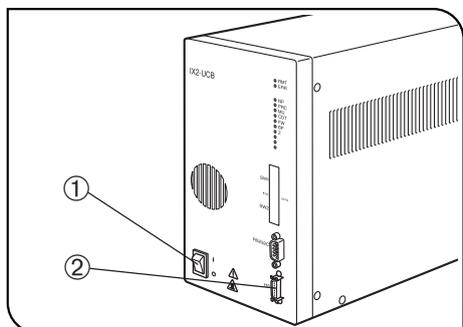

Fig. 4
▲ Asegúrese de que el interruptor principal ① está apagado (en la posición “O” OFF apagado) antes de conectar el cable del interruptor manual (o otros equipos) y el cable de conexión principal. (Fig. 4)
### 1 Conexión del cable del interruptor manual (Fig. 4)